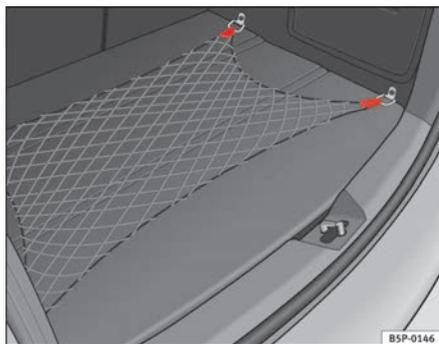

Fig. 107 Red portaobjetos maletero
- Utilice las anillas de amarre existentes en los laterales del maletero, para fijar la red portaobjetos ⇒ fig. 107.